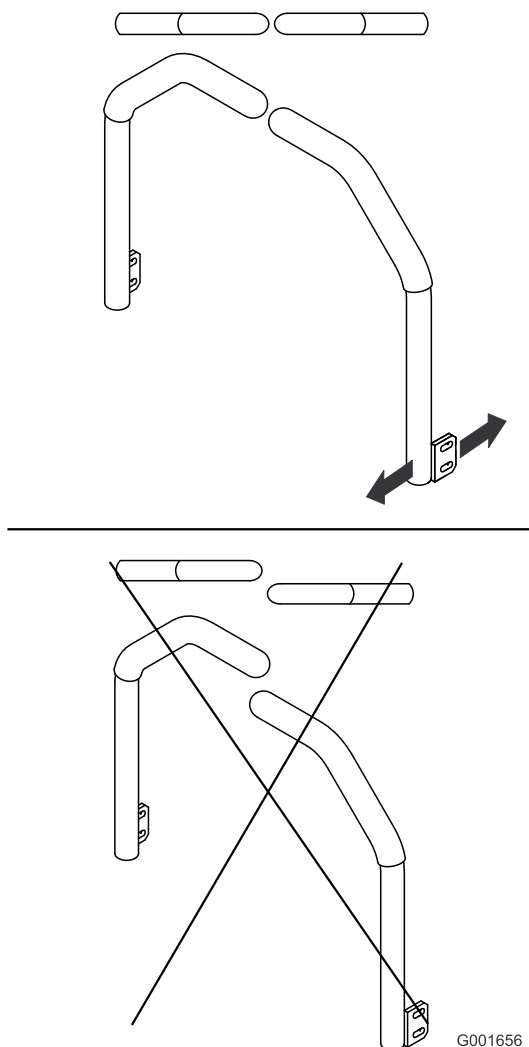

Figure 65
5. Réglez les leviers de commande de sorte à les aligner (Figure 65) et serrez les boulons de fixation des leviers aux montants.